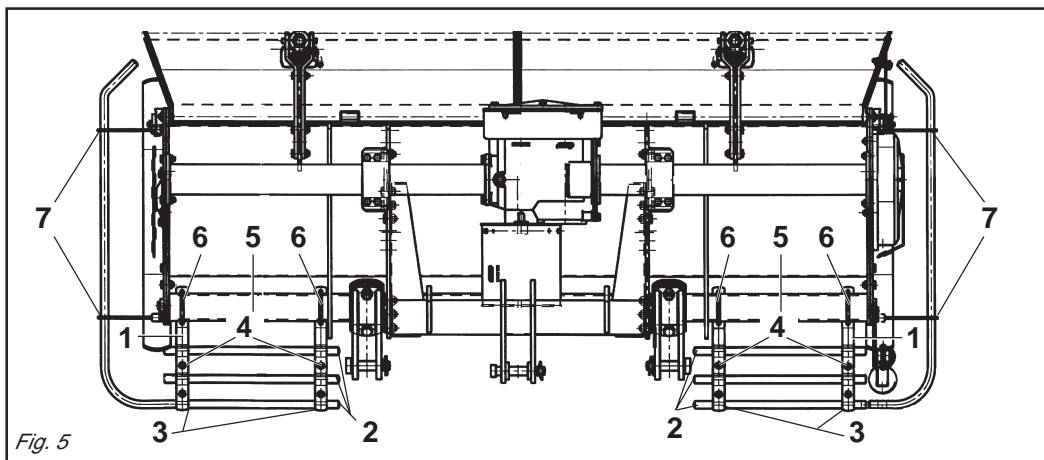

Fig. 5
- Il gruppo delle protezioni, composto dall'attacco (1 Fig. 5) che fa da fermo per i tubi (2 Fig. 5) bloccati dalla staffa (3 Fig. 5) e dalle viti (4 Fig. 5), è fissato al tubo quadro anteriore (5 Fig. 5) mediante i cavallotti (6 Fig. 5), e va posizionato uno a destra e uno a sinistra il più esternamente possibili.
- Lateralmente, su entrambe le fiancate, vanno fissate tramite le viti delle protezioni sagomate (7 Fig. 5).
- *The protection unit, consisting of the coupling (1 Fig. 5) that acts as a clamp for the pipes (2 Fig. 5) locked by the bracket (3 Fig. 5) and by the screws (4 Fig. 5), is fixed to the square front pipe (5 Fig. 5) by the U-bolts (6 Fig. 5) and should be positioned as far outwards as possible, one on the right and the other on the left.*
- *The shaped protections should be fixed laterally with screws to both the sides (7 Fig. 5).*
- Die Gruppe der Schutzvorrichtungen, die sich aus dem Anschluß (1 Abb. 5), der zur Arretierung für die Rohre (2 Abb. 5) dient, die durch den Bügel (3 Abb. 5) blockiert werden, und den Schrauben (4 Abb. 5) zusammensetzt, wird am vorderen Vierkantrrohr (5 Abb. 5) mit den U-Bolzen (6 Abb. 5) befestigt. Eine davon ist rechts und eine links, so weit wie möglich außen anzubringen.
- Seitlich auf den beiden Seitenteilen sind die geformten Schutzteile (7 Abb. 5) mit Schrauben zu befestigen.
- *Le groupe des protections, comprenant l'attelage (1 Fig. 5) qui sert de butée pour les tubes (2 Fig. 5) bloqués par la bride (3 Fig. 5) et par les vis (4 Fig. 5), est fixé au tube carré avant (5 Fig. 5) par des crampons (6 Fig. 5). Positionner une protection à droite et une à gauche, le plus possible à l'extérieur.*
- *Les protections galbées doivent être fixées latéralement, des deux côtés avec les vis des protections (7 Fig. 5).*
- El grupo de las protecciones, compuesto por la conexión (1 Fig. 5) que funciona como bloqueo de los tubos (2 Fig. 5) bloqueados a su vez por el soporte (3 Fig. 5) y por los tornillos (4 Fig. 5), está fijado en el tubo cuadrado anterior (5 Fig. 5) mediante los pernos de U (6 Fig. 5) y debe ser emplazado uno a la derecha y uno a la izquierda lo más externamente posible.
- Lateralmente, sobre ambos lados, debemos fijar mediante los tornillos las protecciones molduradas (7 Fig. 5).